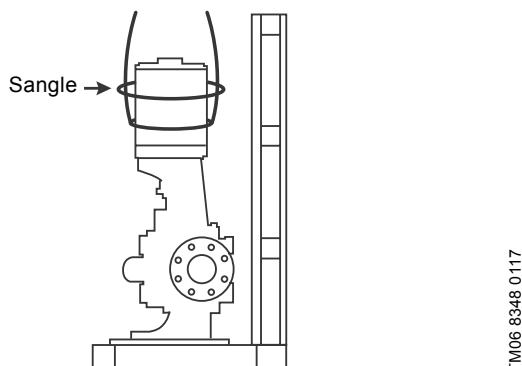

Fig. 4 Pompes KPV, KPVS, points de levage appropriés
5. Placer deux sangles de levage autour du moteur, au-dessous de la boîte de connexion et à 180 degrés l'une de l'autre. Voir fig. 4.